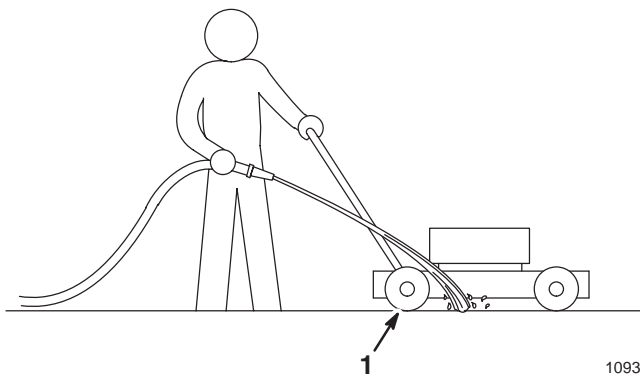

Abbildung 28
3. Den laufenden Gartenschlauch in Höhe der Schiebestange halten und den Wasserstrahl auf den Boden genau vor dem rechten Hinterrad richten (Abb. 28). Das rotierende Schnittmesser zieht das Wasser unter das Gehäuse und spült Schnittrückstände heraus. Das Wasser einige Minuten lang laufen lassen, oder solange, bis keine Schnittrückstände mehr unter dem Gehäuse herausgespült werden.